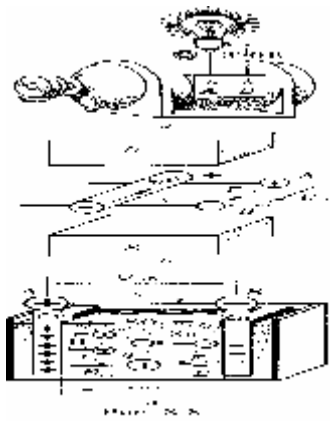

Рис. 1.
1. Хімічні джерела електричної енергії — гальванічні елементи і подібні до них вторинні елементи або акумулятори (рис. 1). Суть їх роботи полягає в тому, що дві різні металеві пластинки (електроди) опускають у посудину з розчином певної хімічної речовини (електролітом). В результаті хімічних процесів, що відбуваються в посудині, на одній пластині (електроді) виникає надмір електронів, а на другій — нестача їх. В результаті між пластинами виникає різниця потенціалів. Таким чином, якщо з'єднати ці пластини провідником, то по ньому йтиме електричний струм доти, поки хімічні процеси в посудині підтримуватимуть різницю потенціалів між пластинами.